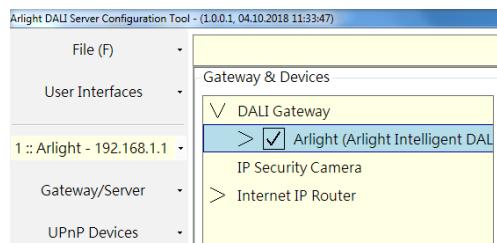

Рисунок 3.
- Для того чтобы увидеть список найденных контроллеров, выберите в списке пункт DALI Gateway (Рисунок 3). Установите галочку напротив нужного контроллера. В пункте Gateway/Server появится адрес контроллера и в окне отобразятся параметры доступа.